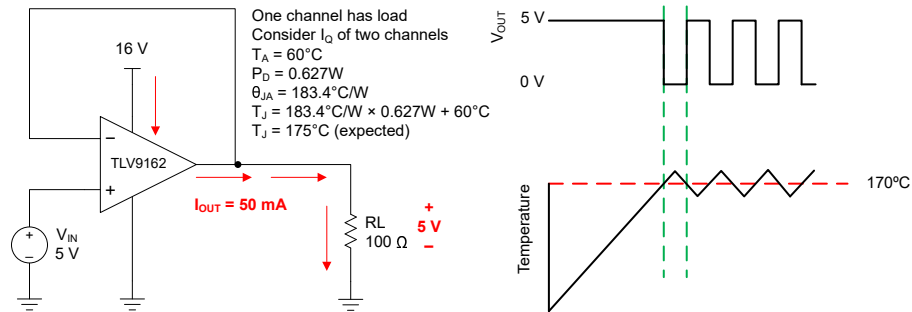

图 7-4. 过热保护
任何放大器的内部功耗都会导致内部温度（结温）升高。这一现象称为 *自热*。TLV916x 的绝对最大结温为  $150^{\circ}\text{C}$ 。超过此温度会损坏器件。TLV916x 具有过热保护功能，可减少自热造成的损坏。该保护功能的工作原理是监视器件的温度，并在温度超过  $170^{\circ}\text{C}$  时关闭运算放大器输出驱动。图 7-4 展示了 TLV9162 的应用示例，该器件因为其功耗 ( $0.627\text{W}$ ) 而产生显著的自热。在此示例中，两个通道都具有静态功耗，而其中一个通道具有很大的负载。热能计算表明，当环境温度为  $60^{\circ}\text{C}$  时，器件结温达到  $175^{\circ}\text{C}$ 。不过，实际器件会关闭输出驱动来恢复到安全的结温。图 7-4 显示了电路在过热保护期间的行为。在正常工作期间，器件充当缓冲器，因此输出为  $5\text{V}$ 。当自热导致器件结温升高超过内部限制时，过热保护强制输出进入高阻抗状态，并通过电阻  $R_L$  将输出拉至接地。如果依旧存在导致过大功耗的状况，放大器将在关断和启用状态之间振荡，直到输出故障得到纠正。请注意，热性能可能会因所选封装和 PCB 布局设计而有很大差异。此示例使用 TSSOP (8) 封装的热性能。